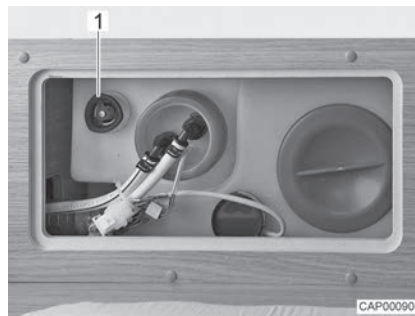

Bild 118 Wassertank mit Drehgriff
- Auf dem Wassertank den Drehgriff (Bild 118,1) im Uhrzeigersinn bis zum Anschlag drehen.
- Auf dem Wassertank den Drehgriff (Bild 118,1) entgegen dem Uhrzeigersinn bis zum Widerstand drehen. Das Wasser läuft bis auf ca. 20 Liter aus.